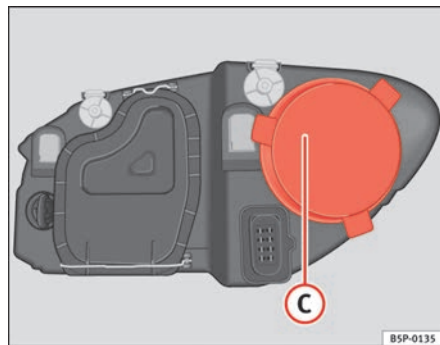

Fig. 180 Luz de carretera
- Retire la tapa ⇒ fig. 180 C tirando de la misma.